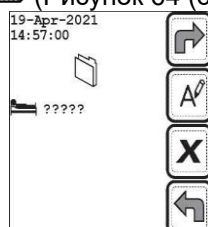
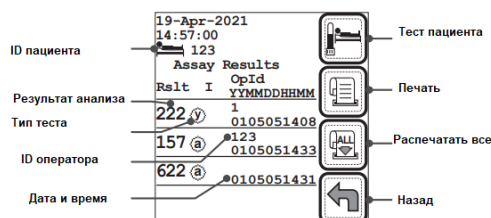

Рисунок 62: Ввод ID пациента
Рисунок 64: Журнал результатов анализов
3. Когда появится следующее окно (Рисунок 62 (стр. 50)), введите численный идентификационный код пациента и нажмите клавишу Далее  (Рисунок 64 (стр. 51)).